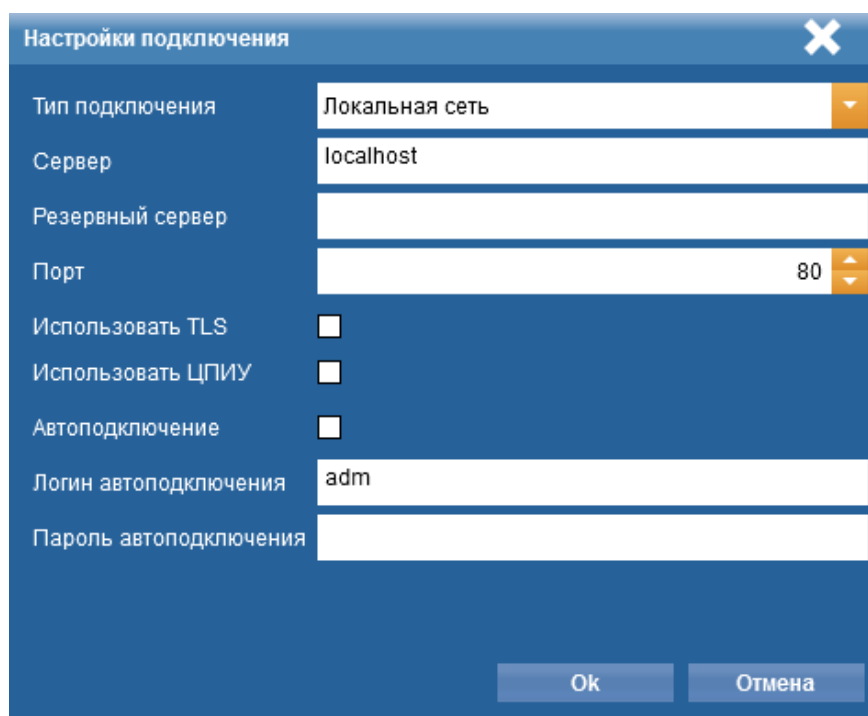

Рисунок 2.2 – Настройка подключения
1. С помощью кнопки  открыть окно Настройки подключения (рисунок 2.2).